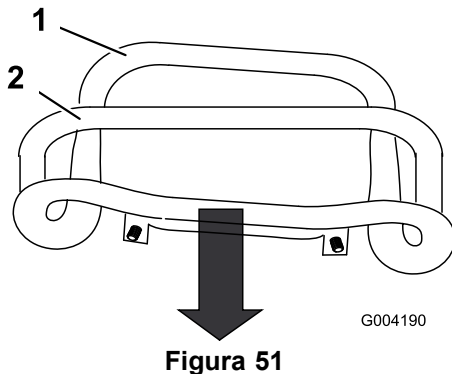

Figura 51
3. Tirate all'indietro il comando della trazione, spostandolo con un movimento rettilineo, in modo che la parte anteriore del comando venga a contatto con la barra di riferimento (Figura 51).